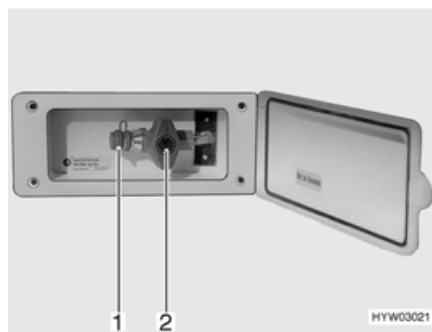

Fig. 130 Presa gas esterna (rubinetto di arresto del gas chiuso)
La presa gas esterna (Fig. 130) si trova, a seconda del modello, nella parte posteriore o sul lato destro o sinistro del veicolo.
- Collegare l'apparecchio a gas esterno all'attacco (Fig. 130,1).
- Aprire il rubinetto di arresto del gas (Fig. 130,2).